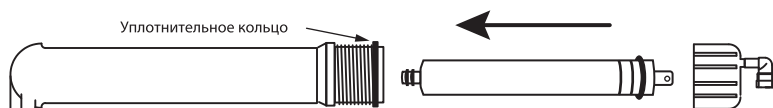

Рис. 15
1. Установите префильтр(ы). Первый префильтр (маркировка на колбе PREFILTER) уже установлен во всех моделях. В во вторую колбу (маркировка CARBON) установите угольный картридж. В третью ступень (SEDIMENT) установите механический префильтр. Картриджи, соответствующие ступеням очистки для каждой модели фильтров, перечислены в таблице на стр. 18. Для установки картриджа необходимо раскрутить колбу при помощи ключа (10). Аккуратно снимите защитную пленку с картриджа и установите его в колбу. Обратите внимание на маркировку “THIS END NEXT TO VESSEL THREADS“ на верхней крышке картриджа или на указания на этикетке. Закрутите колбу вручную, без применения ключа, не прикладывая чрезмерных усилий.
2. Установите мембрану. Для этого отсоедините трубку (Н) от быстроразъемного коннектора крышки мембраны. Откройте крышку колбы мембраны (маркировка MEMBRANE). Смажьте силиконовой смазкой резиновые уплотнения мембраны. Установите мембрану в корпус согласно **рис. 15**. Смажьте силиконовой смазкой уплотнение крышки колбы мембраны и аккуратно установите его на колбу. Закрутите крышку колбы мембраны и пристыкуйте трубку (Н). Следите, чтобы уплотнительное кольцо крышки колбы было установлено на колбе без перекосов.